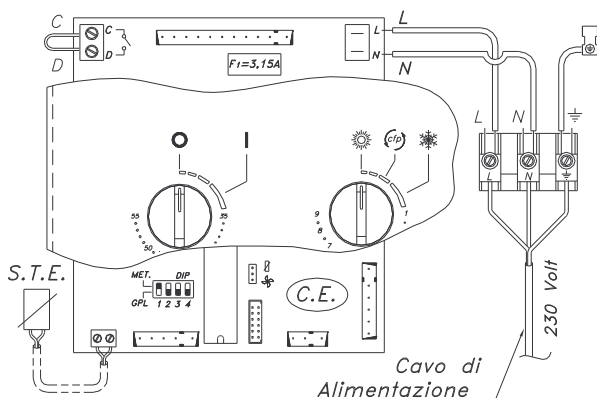

Fig.24
- una **Sonda di Temperatura Esterna "S.T.E." kit Cod.20589**; l'installazione di questo kit può essere fatta con tutte le applicazioni previste dalla Fig.24 alla Fig.29.